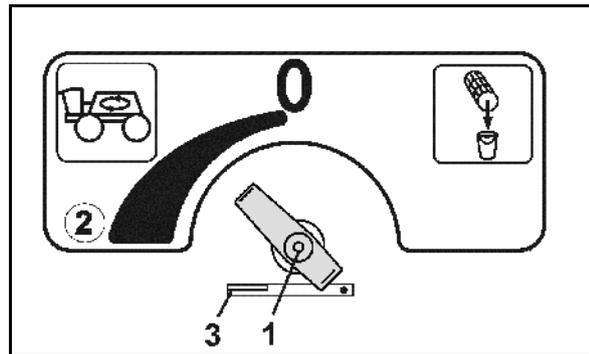

Fig. 74
- Das Zusatz-Rührwerk ist am Einstellhahn (Fig. 74/1) einzustellen.
Ausgeschaltet ist das Zusatz-Rührwerk in Einstellhahn-Position 0. Die größte Rührleistung ergibt sich in Position (Fig. 74/2).
Sicherung für Ablassfunktion des Druckfilters (Fig. 74/3).